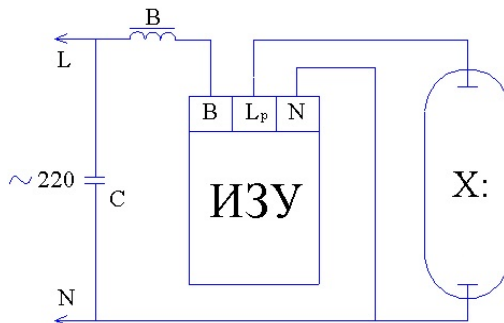

Рис. 3. Схема электрических соединений компенсированная.
- 4.4 Схема электрических соединений приведена на рис. 3.